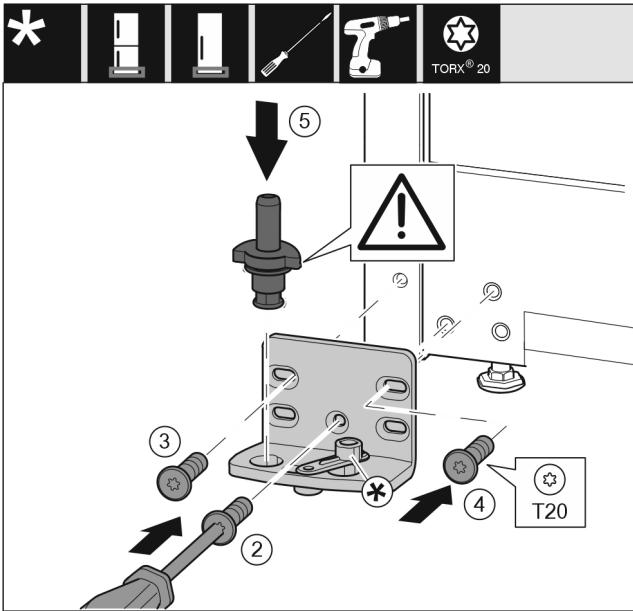

Fig. 34
- ▶ Установите опорный кронштейн с другой стороны и прикрутите с помощью отвертки T20. Начинайте с винта 2 снизу в центре. Fig. 34 (2)
- ▶ Затяните винты 3 и 4. Fig. 34 (3,4)
- ▶ Установите опорный палец в сборе. При этом следите за тем, чтобы выступ фиксатора был направлен назад. Fig. 34 (5)
- ▶ Установите опорный кронштейн с другой стороны и прикрутите с помощью отвертки T20. Начинайте с винта 2 снизу в центре. (2)
- ▶ Поверните соединительный элемент амортизатора закрывания дверей на 180°. Прикрутите с другой стороны опорного кронштейна при помощи отвертки T20. (5)
- ▶ Установите опорный палец в сборе. При этом следите за тем, чтобы выступ фиксатора был направлен назад. (6)